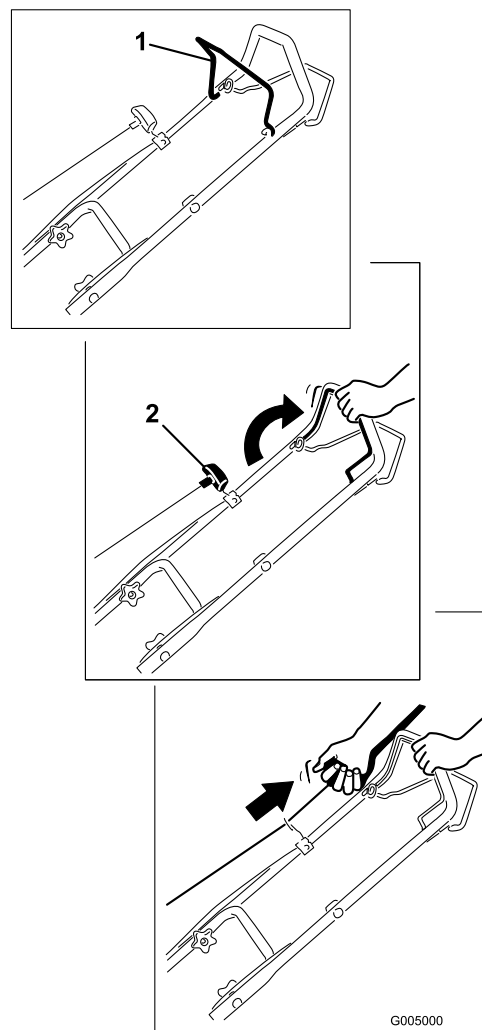

Figure 12
2. Maintenez la barre de commande de la lame contre le guidon et tirez sur la poignée du lanceur (Figure 12).